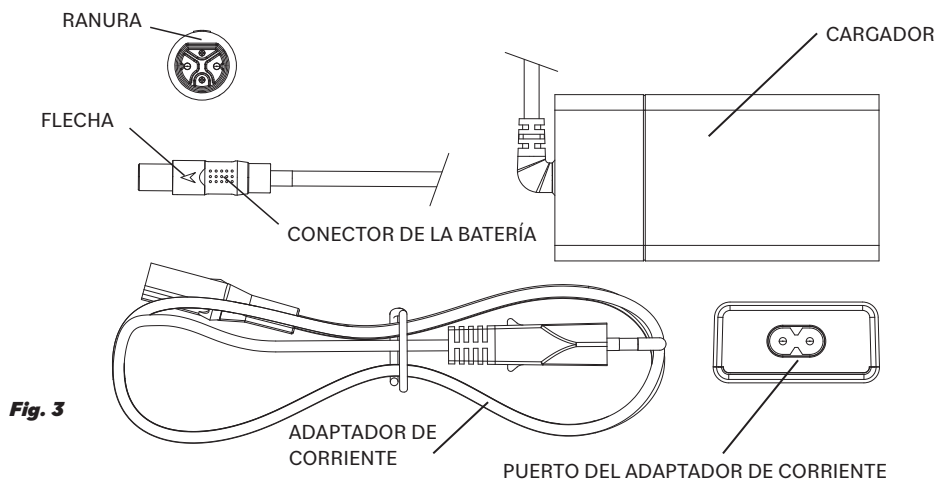

Fig. 3
Coloque la batería y el cargador en una superficie firme, donde no puedan golpearse o dañarse y que no sea inflamable. Conecte el adaptador principal al puerto del cargador (fig. 3). debes usar un adaptador principal adecuado para el país en el que estés.
El cable del conector de la batería tiene una ranura (fig. 3) que debe estar alineada con la función correspondiente de la parte inferior del puerto de conexión de la batería. Gire suavemente el conector hasta que la ranura se alinee y presiona con firmeza pero con cuidado el conector hacia la batería.
1. Conecte el adaptador de corriente al cargador (fig. 3)
2. Conecte el adaptador de corriente al enchufe de pared (fig. 3)
4. Antes de guardarlo, retire el adaptador de corriente del cargador (fig. 3).